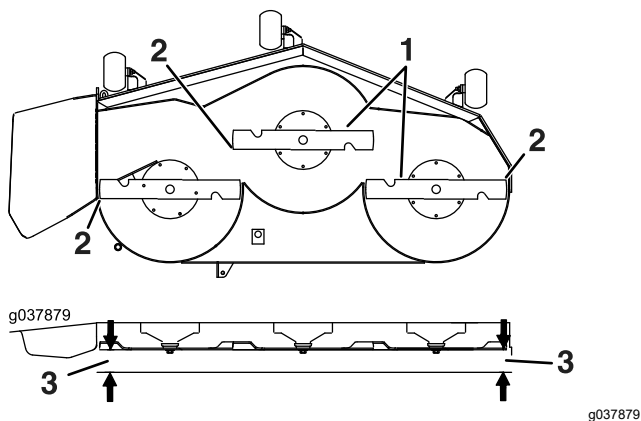

Figura 86
6. Mida entre la punta de la cuchilla y la superficie plana (Figura 86). Si hay una diferencia de más de 5 mm entre ambas dimensiones, ajuste la nivelación, y siga con este procedimiento.
14. Gire cuidadosamente las cuchillas colocándolas perpendicularmente al sentido de avance de la máquina (Figura 86).